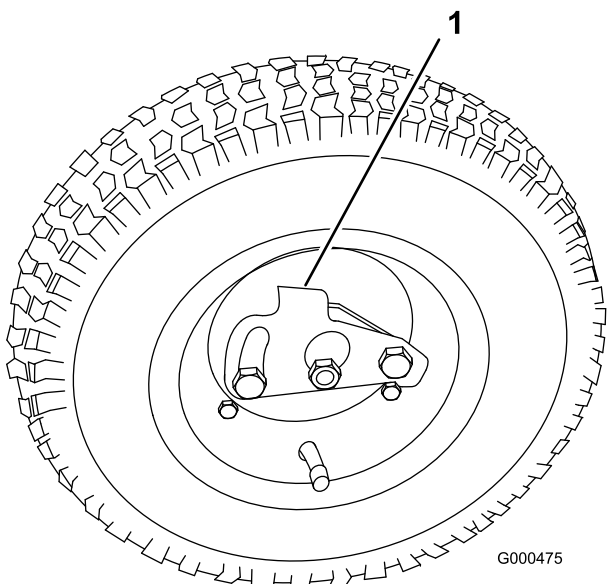

図 8
5. 車輪を車軸にはめ込む(図 8)。
6. ロッキング・クリップを開き、タイヤを更に奥に押し込む(図 8)。